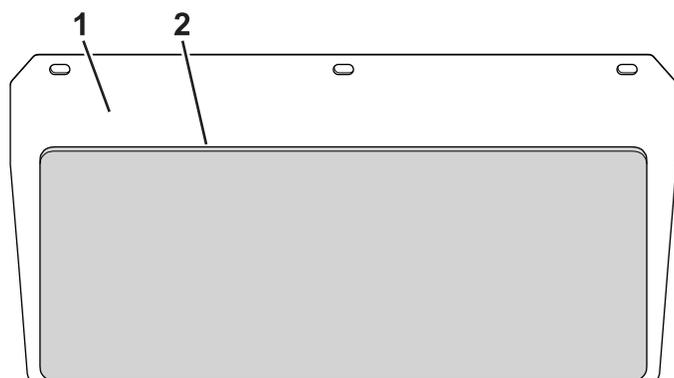

Рисунок 9
4. Удалите с обратной стороны защитный слой и приложите щиток задней панели, выровняв его по центру, к задней панели со стороны двигателя (Рисунок 9).